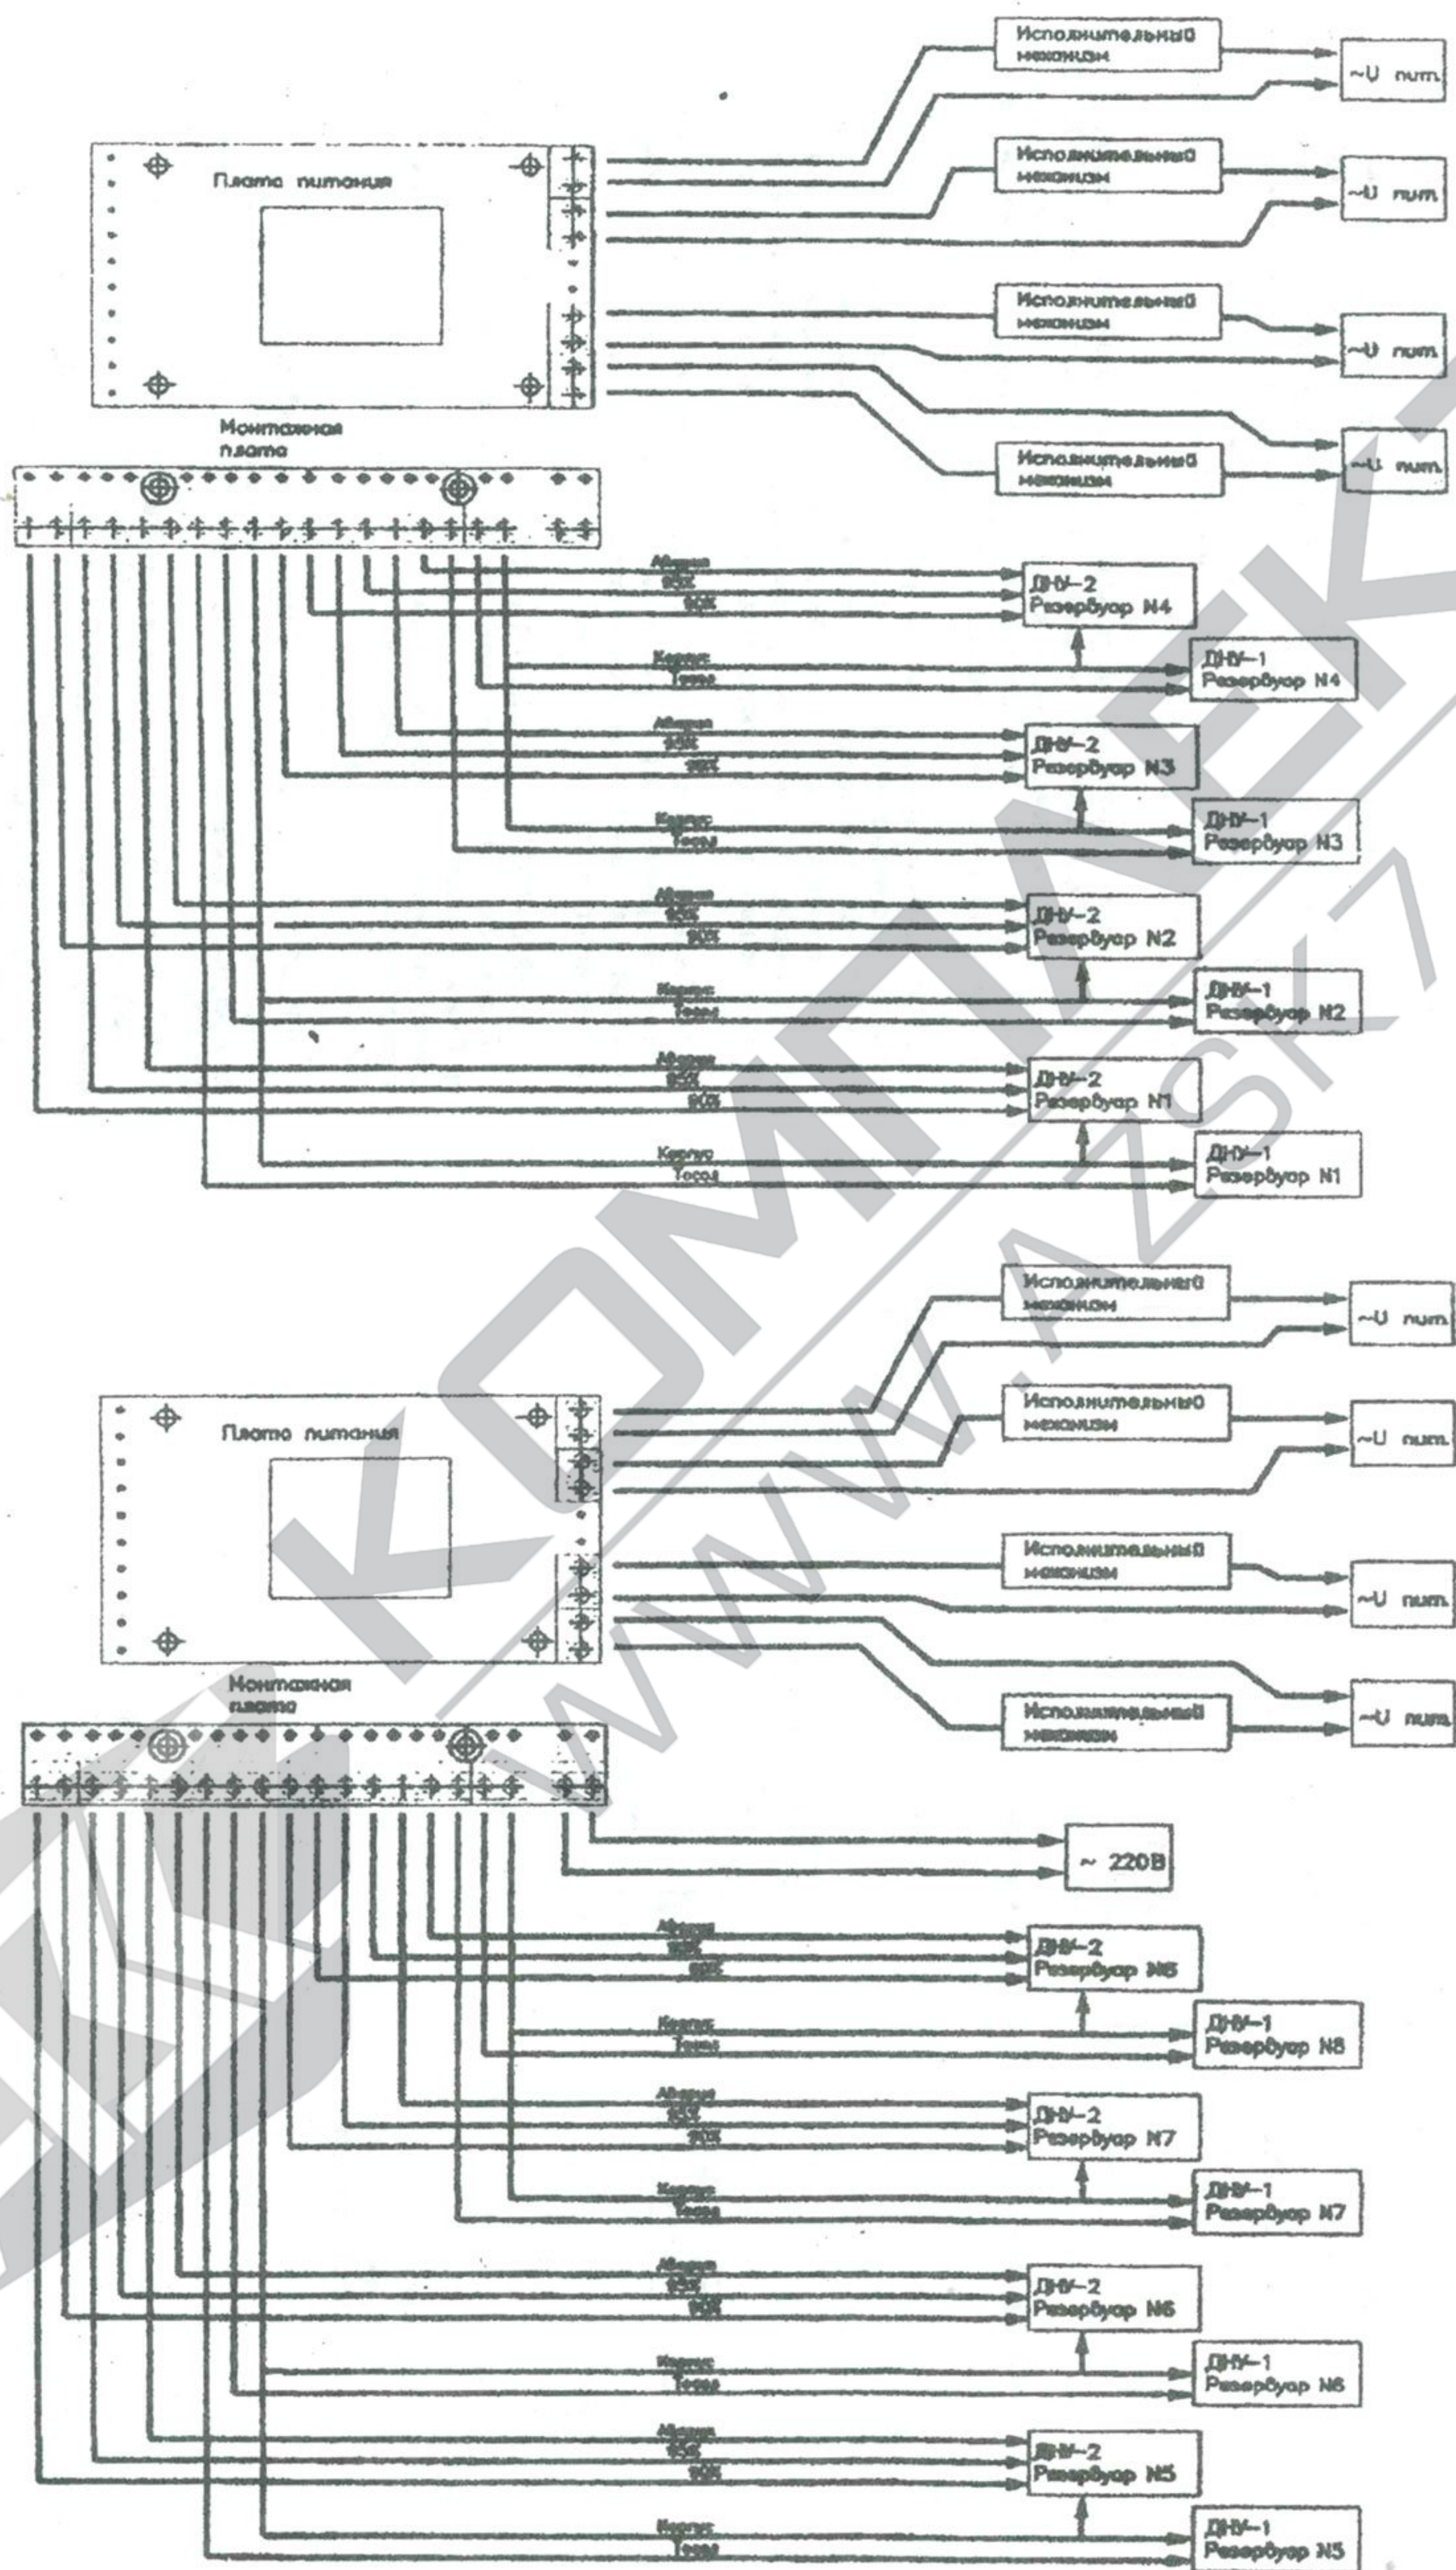

Рис.1 Схема электрических соединений
7.4. Присоедините к винтовым клеммным зажимам кабели датчиков уровня, исполнительных механизмов и сетевой кабель в соответствии с рис. 1. Закрепите крышку «Прибора».